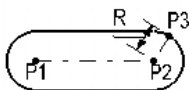

图 2-57
- 当 P3 在 P2 点的外侧时, P3 与 P2 之间的距离就是较小圆弧的半径 R, 如图 2-57 所示。